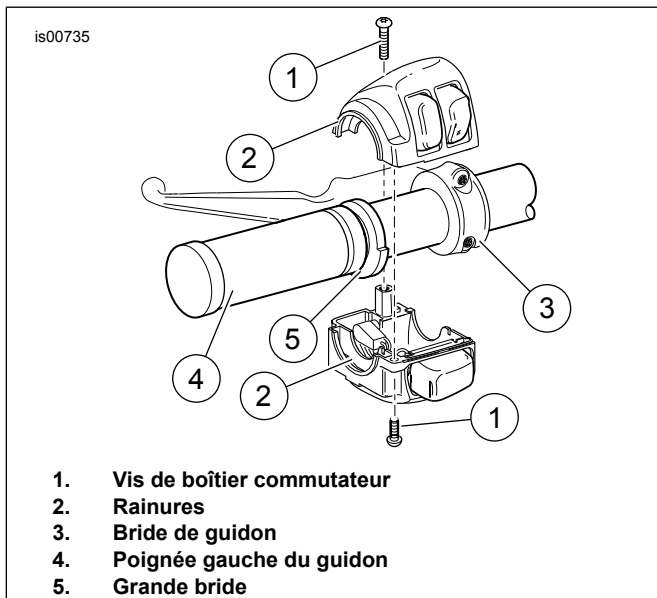

Figure 1. Boîtier commutateur de gauche du guidon
1. Voir Figure 1 . Déposer les deux vis avec les rondelles plates qui attachent la bride de guidon (3) au support du levier d'embrayage. Retirer la bride et éloigner l'ensemble de levier de guidon d'embrayage du guidon.
2. Desserrer, mais ne pas enlever, les vis supérieure et inférieure de boîtier commutateur (1).